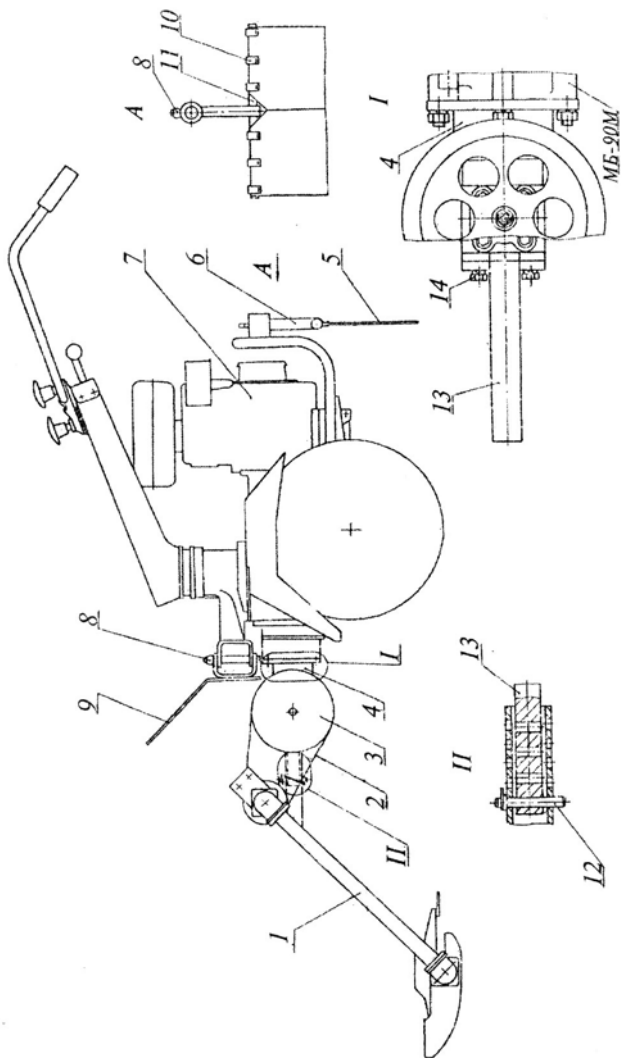

Рис. 6. Установка косилки на мотоблок МБ-90М
6.3.2 Вместо технологической заглушки вала отбора мощности установить редуктор 4 на мотоблок, как показано на Рис. 6.
8.3 При эксплуатации косилки в составе мотоблока МБ-90М регулярно через 100 часов работы необходимо добавлять в редуктор 4 (Рис. 6) солидол ГОСТ 4366-76 в следующем порядке: